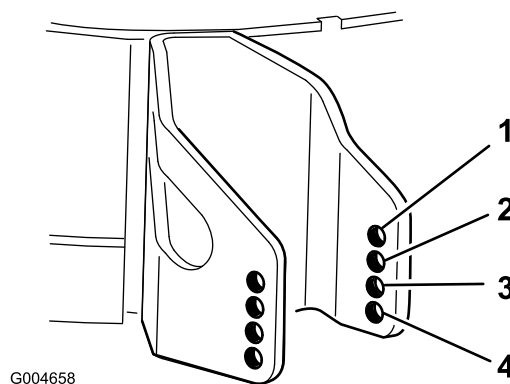

Figura 26
4. Escolha a dimensão do orifício ideal para que o rolo anti-danos fique posicionado o mais próximo possível da altura-de-corte pretendida (Figura 26).